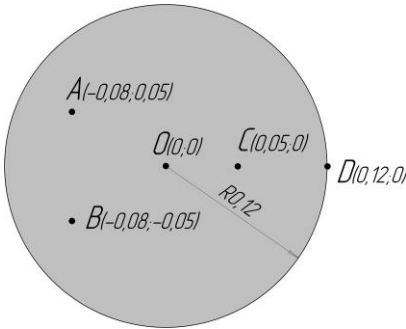

Рисунок 6.1 – Ескіз пластини
Мета роботи: Проаналізувати вплив кількох джерел тепла – точок A , B , C на круглу пластину, ескіз якої наведено на рис. 6.1.
6.1. Будуємо модель пластини круглої форми з центром в т. $O(0;0)$ і радіусом 120 мм та точками A , B та C (рис. 6.1).
Добавити постійне джерело тепла в точці D (рис. 6.1) величиною теплового потоку 10^7 (її будувати не потрібно, вона з'являється автоматично при побудові круга).